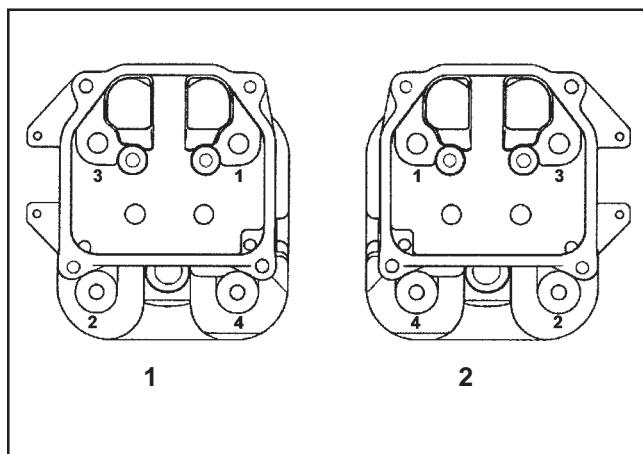

Figura 11-38. Sequenza di serraggio della testata.
4. Serrare le viti esagonali in due fasi: prima a **22,6 N·m (200 in. lb.)**, quindi a **41,8 N·m (370 in. lb.)**, seguendo la sequenza in Figura 11-38.
6. Lubrificare leggermente i filetti esposti (superiori) dei prigionieri con olio motore. Installare una rondella piana ed un dado esagonale su ogni prigioniero di montaggio. Serrare i dadi esagonali in due fasi: prima a **16,9 N·m (150 in. lb.)**, quindi a **33,9 N·m (300 in. lb.)**, seguendo la sequenza in Figura 11-38.